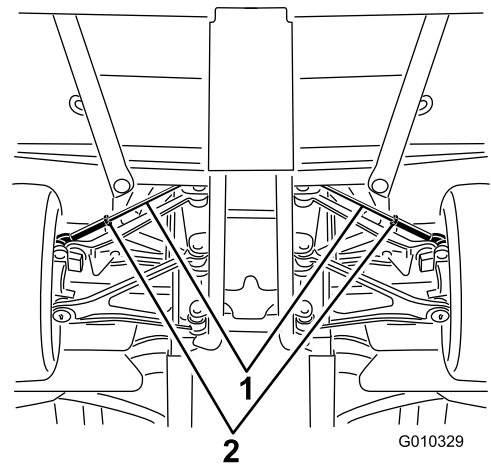

Figura 59
- A. Desaperte a porca de retenção no centro da barra de ligação (Figura 59).